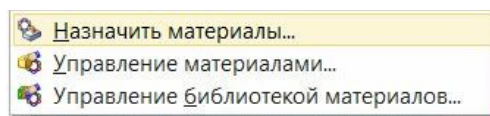

Рис.105
- Для этого вызовите команду из падающего меню «Инструменты \ Материалы \ **Назначить материалы**» (рис.105).